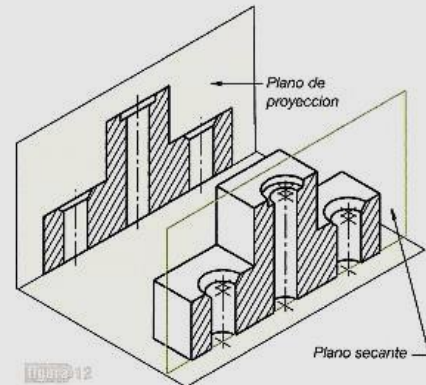

figura 12
- 4 Se proyecta la parte restante de la pieza, es decir, la que está detrás del plano de corte (**figura 12**).